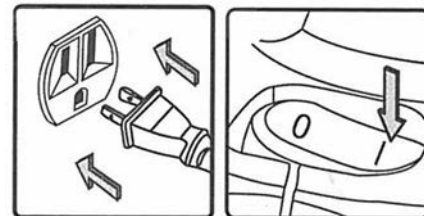

FIGURE 10
- 9) Faites partir l'aspirateur en appuyant sur l'interrupteur tel qu'illustré à la Fig.10. La position "en marche" est indiquée par le symbole international "I".